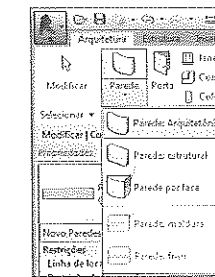

Figura 5.2 – Seleção da ferramenta Parede.
1. Na aba **Arquitetura > Parede**, abre-se uma caixa com a opção **Parede: Arquitetônica**, Figura 5.2.